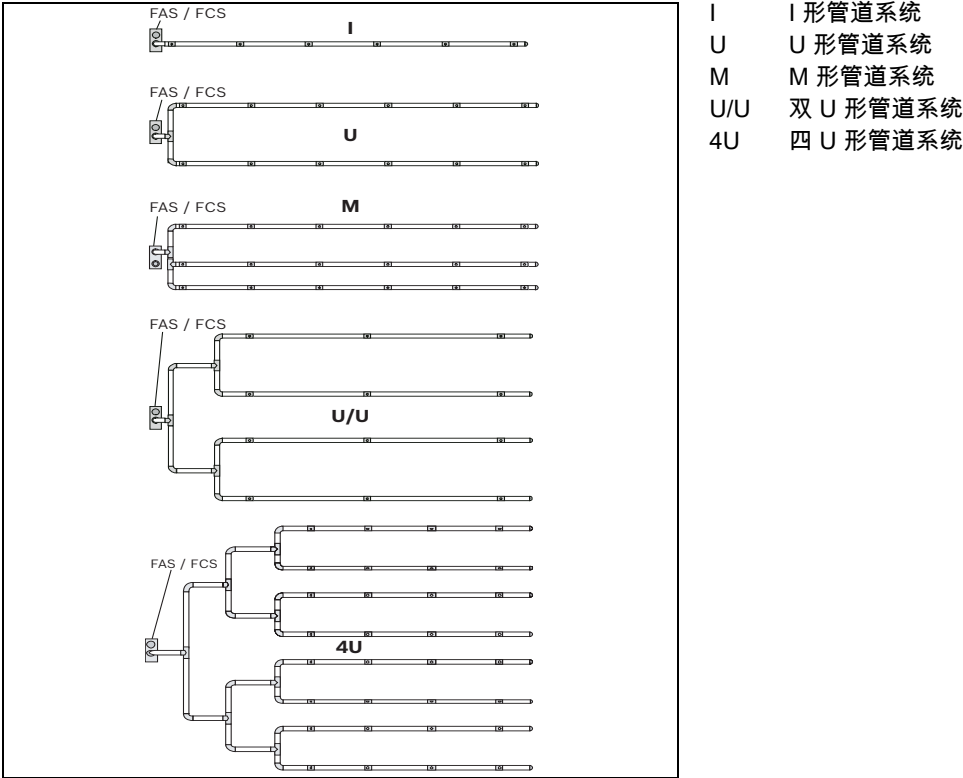

图 3.2 管道配置
- 可以选择五种管道配置，具体取决于区域的形状（参见图 3.2）：